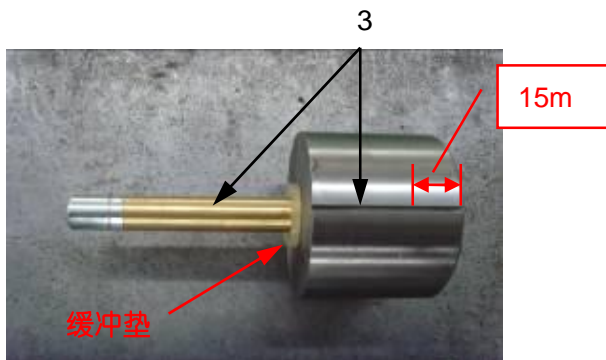

图 7 柱塞磨损位置示意图
- a 检查柱塞缓冲垫，若损坏或老化需要更换（图 7）。
- b 检查柱塞头部 (图 7) 磨损划痕情况, 距端面 15mm 的圆周表面内磨损达 70% 以上, 须更换柱塞;